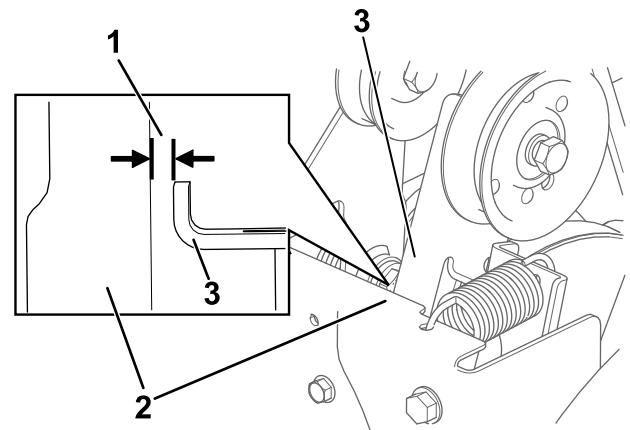

Figura 28
3. Cu maneta de angrenaj melcat/rotor decuplată, asigurați-vă că distanța dintre brațul angrenajului melcat și cadrul mâinii este de 1,5 mm, așa cum se arată în Figura 28.